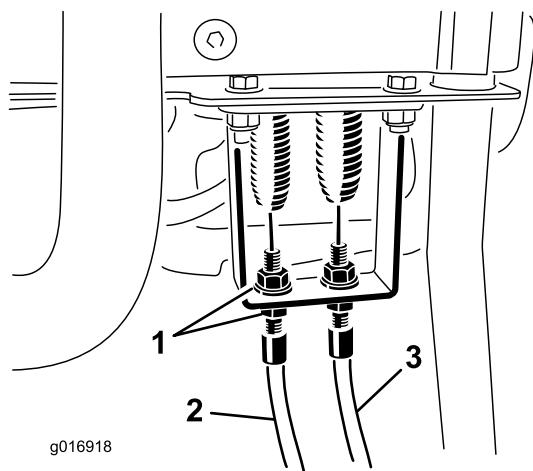
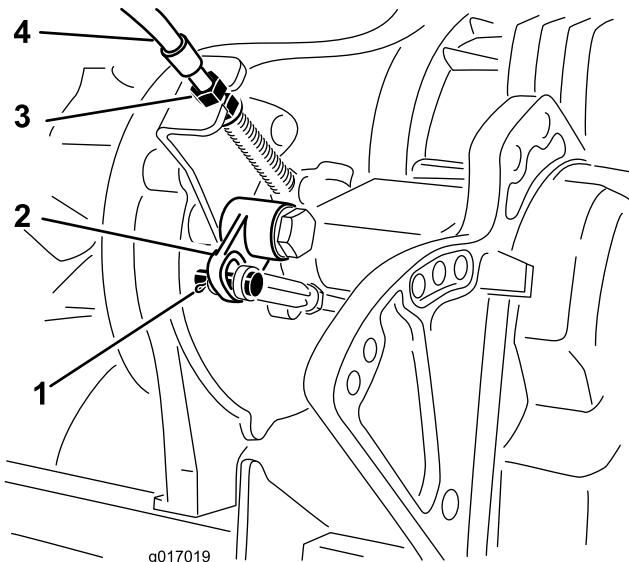

Figura 45
Figura 46
2. Verifique se existe alguma folga no cabo do controlo da tracção na mola de extensão (Figura 45). Se existir folga, ajustar as porcas de bloqueio no anteparo (Figura 46) para remover a folga do cabo sem estender a mola.
4. Retire o contrapino e o pino de forquilha que prendem os pinos da barra da manivela na haste do pedal do travão. Desligar a forquilha da alavancada manivela(Figura 46).
7. No anteparo da transmissão (Figura 46), ajustar as porcas de bloqueio do cabo para diminuir a distância para a manivela para acomodar a alteração anterior.
8. Ajustar o cabo no anteparo do painel de controlo, ajustar as porcas de bloqueio do cabo para remover qualquer folga no cabo sem estender a mola (Figura 45).
3. No anteparo da alavancada de controlo, soltar o cabo de controlo do cilindro até haver folga no cabo (Figura 45).